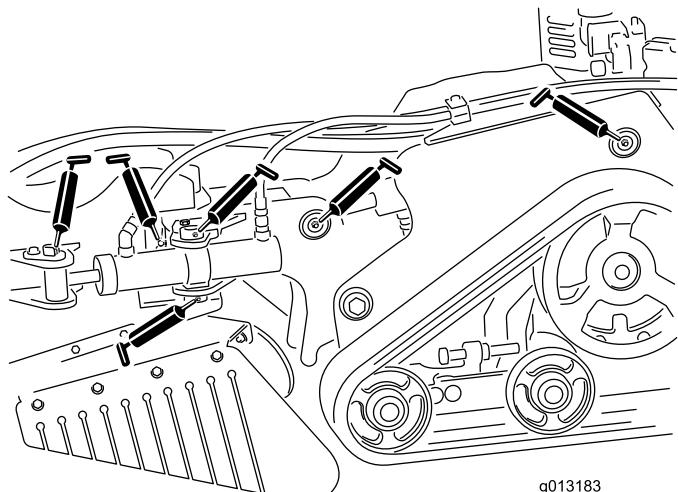
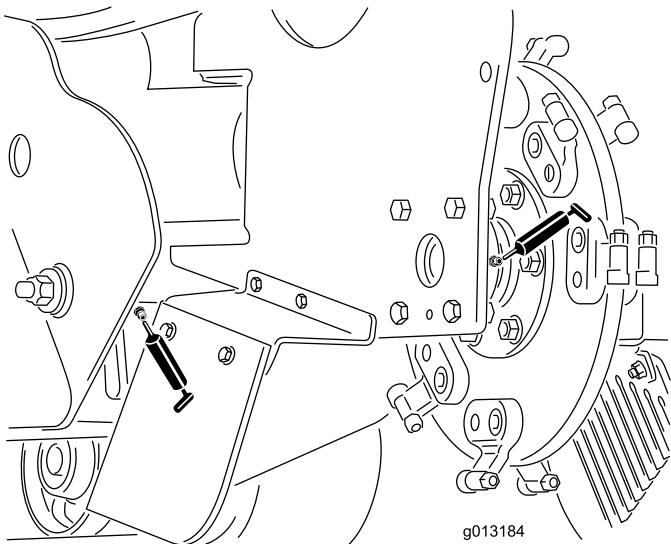

Figura 28
Figura 29
3. Collegate un ingassatore a pressione a ciascun ingassatore (Figura 28 e Figura 29).